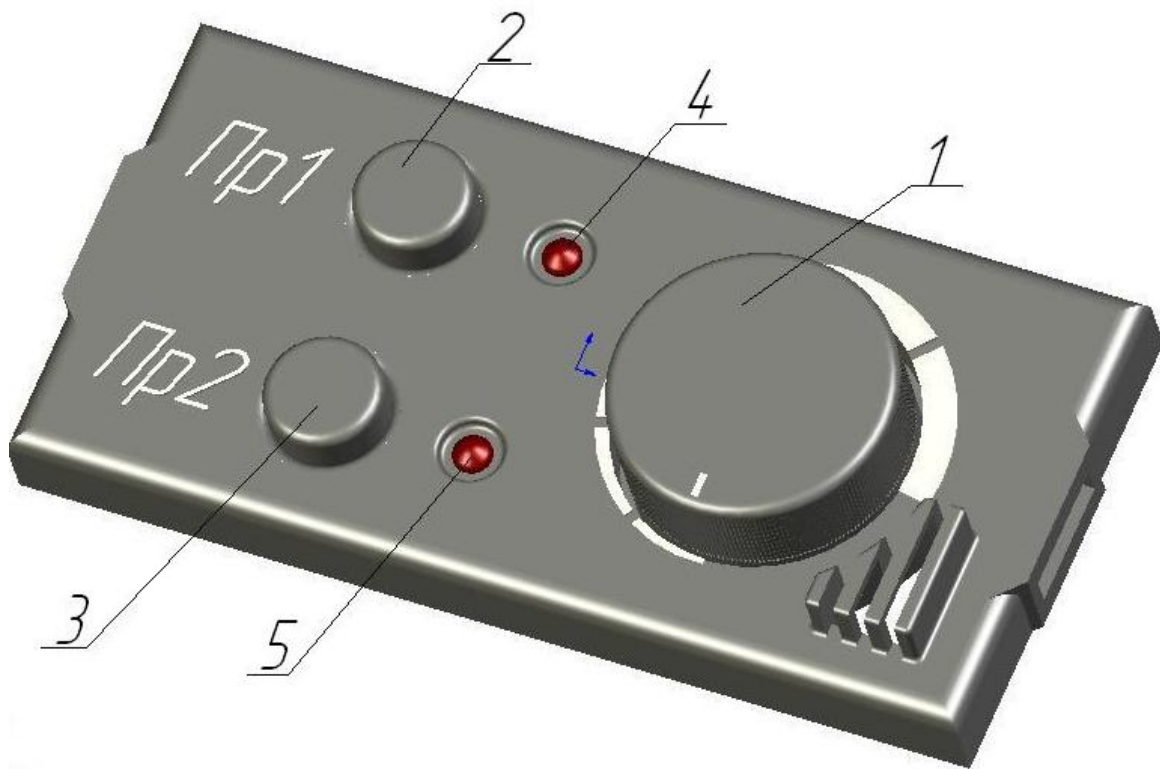

Рис. 3 Панель пульта управления
4.7 Управление подогревателем осуществляется пультом управления, который должен располагаться на приборной панели транспортного средства. На лицевой панели пульта введена ручка поз.1 (рис.3) потенциометра, для задания температуры воздуха внутри салона автомобиля. Температура может задаваться от $+15^{\circ}\text{C}$ до $+30^{\circ}\text{C}$.
На лицевой панели пульта управления также выведены 2 светодиода (см. рис. 3) которые показывают состояние подогревателя: